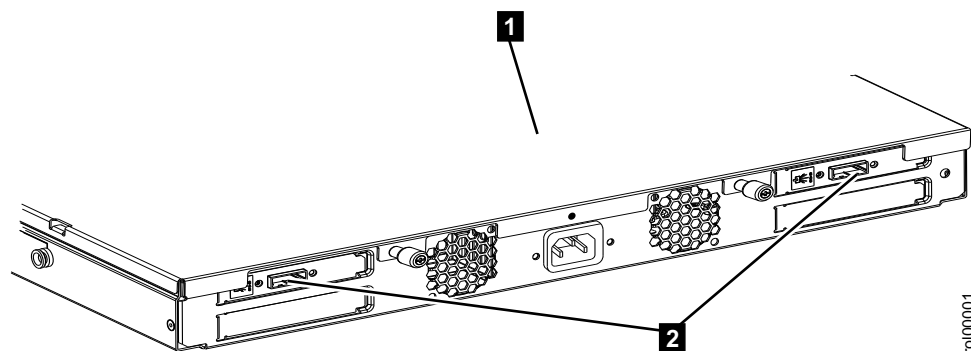

図 28. 1U ラックマウント型テープ・エンクロージャへの SAS ケーブルの接続
1. 1U ラックマウント型テープ・エンクロージャに取り付けられているドライブには、それぞれ SAS ケーブル・コネクタが 1 つ付いています。1U ラックマウント型テープ・エンクロージャの背面 (29 ページの図 28 の **1**) で、各ケーブルのデバイス・コネクタ側の端をケーブル・コネクタ (**2**) に挿入します。電源ケーブルは、7 ページの『第 2 章 1U ラックマウント型テープ・エンクロージャのラック内への取り付け』の説明に従って、電源ケーブルをケーブル・マネジメント・アームを介して配線します。